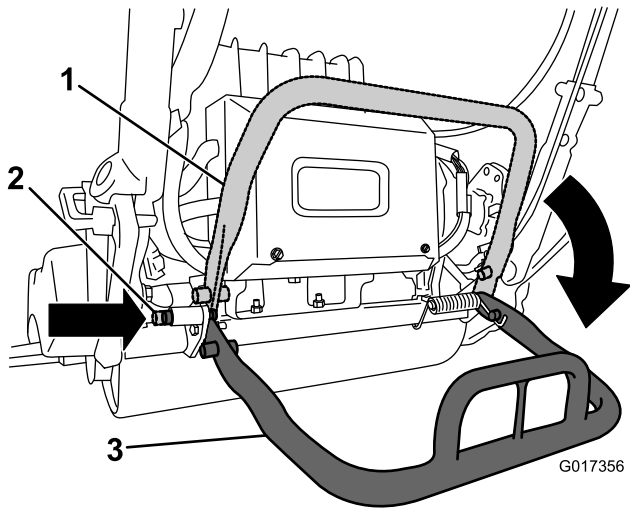

图30
- 为防止在拆卸滚刀时机器向后倾覆应降低支撑架并推入锁定销将支撑架锁定在维修位置图30。